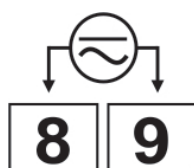

Figura 12 – Modelo 100~240 Vac/dc
- **RTD (Pt100):** La Figura 12 muestra cómo realizara la conexión Pt100 para 3 conductores. Para compensar adecuadamente la longitud del cable, deben utilizarse conductores del mismo calibre y longitud. Para Pt100 de 4 hilos, dejar un conductor desconectado en el controlador. Para Pt100 de 2 hilos, utilizar los terminales de cortocircuito 1 y 2.